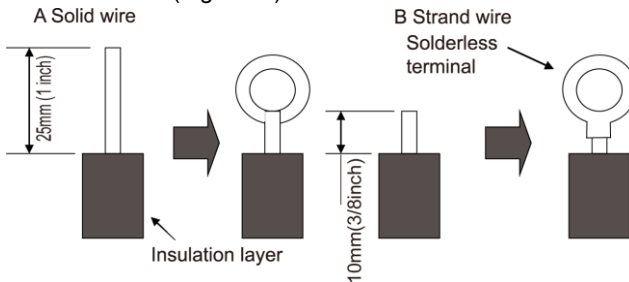

Fig. 4.35
(1). For solid core wiring (Fig. 4.35)
(2). For strand wiring (Fig. 4.35)